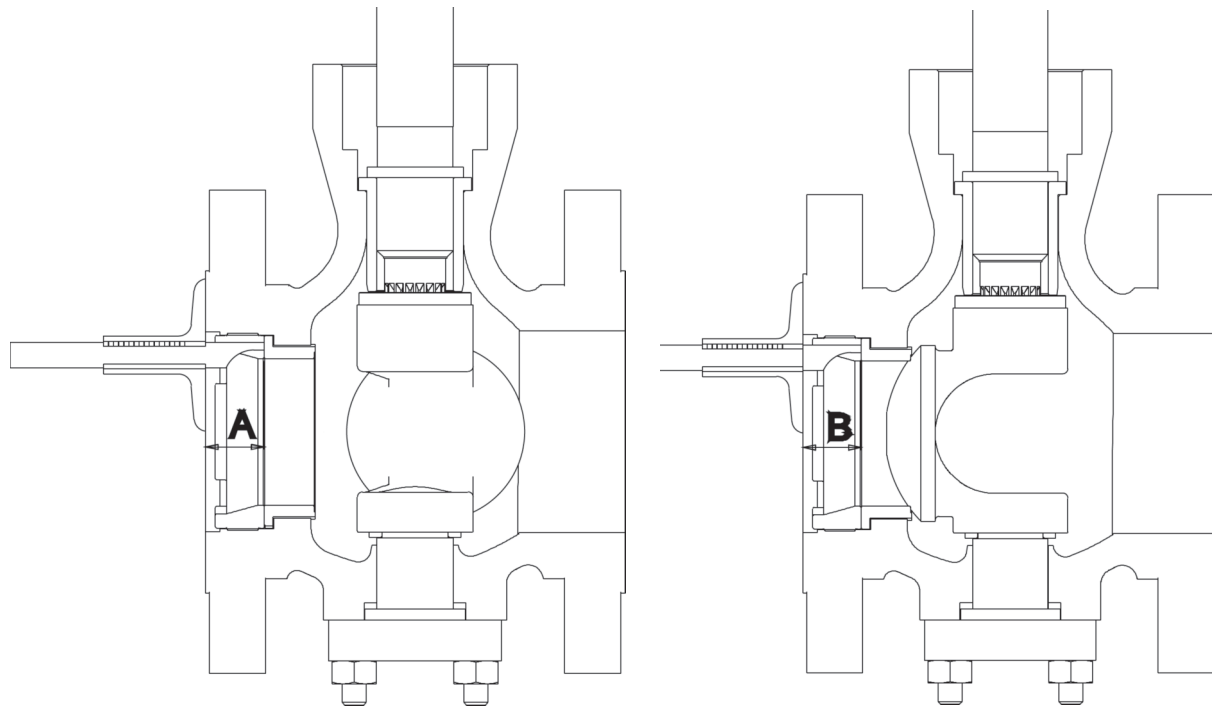

Figura 7: Procedimento para Seleção dos Anéis Espaçadores da Sede
- ⇒ Para reinstalar a sede, coloque a mesma no corpo da válvula sem os espaçadores e, com o obturador na posição totalmente aberta, meça a distância "A" (que não inclui os espaçadores) conforme indicado na Figura 7. A seguir, meça a dimensão "B", que é basicamente a dimensão "A" medida com o obturador na posição fechada.